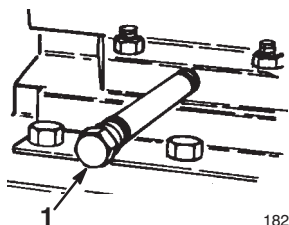

Figure 33
3. Nettoyez la surface autour du bouchon de vidange d'huile (Fig. 33).